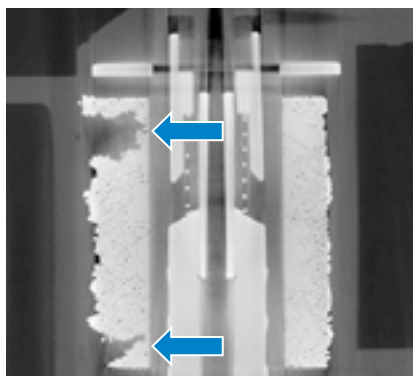

Abb. 7
- „Im computertomographischen Schnitt sieht man die unsaubere Wicklung“ (Abb. 7).